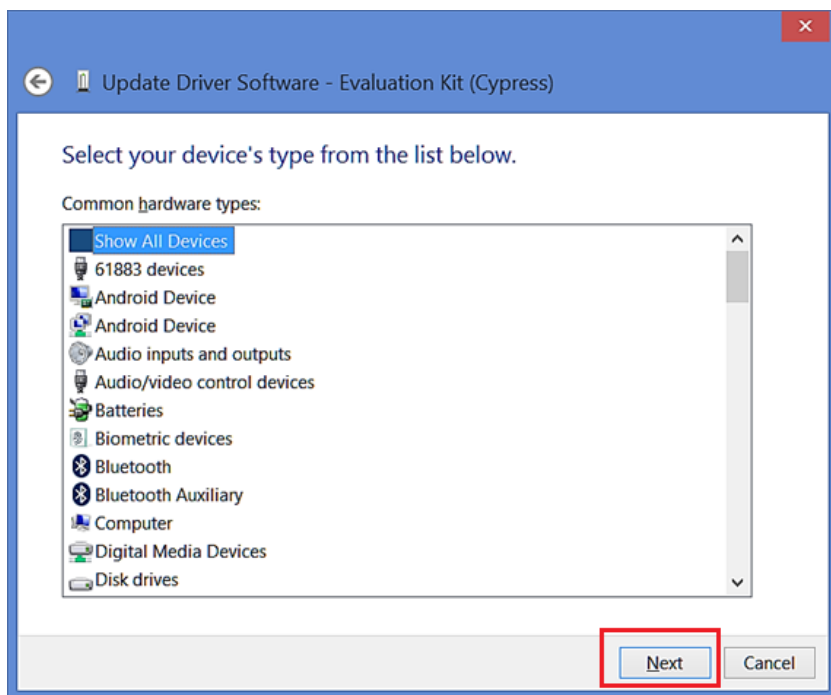

Figure 91. ドライバソフトウェアの更新- 3
6. 「Next」を選択します (リストでの選択は重要ではありません) (Figure 91)。